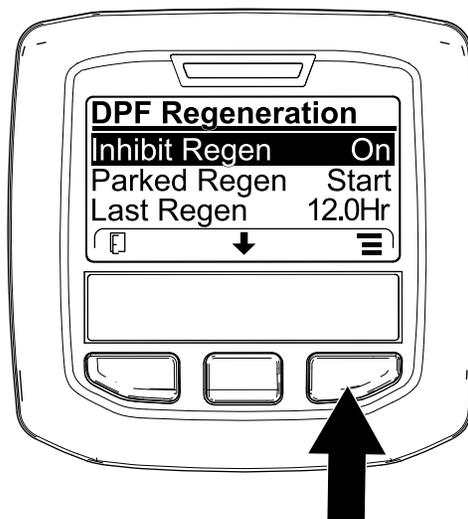
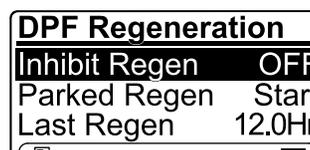

Рисунок 39
Рисунок 40
1. Перейдите в меню DPF Regeneration (Регенерация DPF), нажмите среднюю кнопку, чтобы перейти вниз к опции Inhibit Regen (ЗАПРЕТ РЕГЕНЕРАЦИИ), и нажмите правую кнопку, чтобы выбрать опцию Inhibit Regen (Запрет регенерации) (Рисунок 39).
2. Нажмите правую кнопку, чтобы изменить настройку запрета регенерации с On (Вкл.) на Off (Выкл.) (Рисунок 39) или с Off (Выкл.) на On (Вкл.) (Рисунок 40).